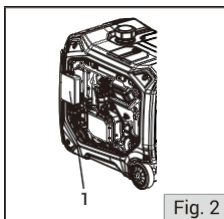

Fig. 2
2. Conectați cablul negru la polul negativ al bateriei (fig. 2 - 1).